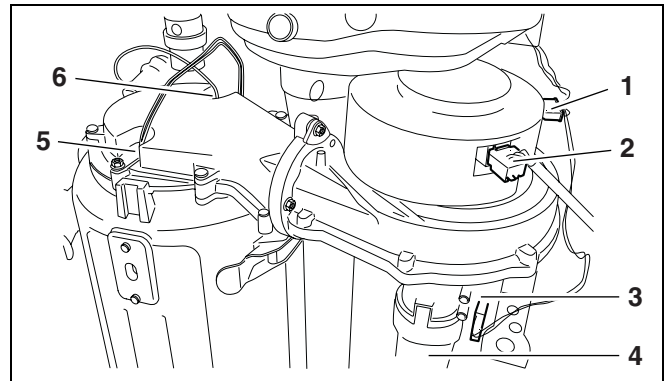

Рис. 38 Отсоединение штекера от воздухоподводки и газопроводной арматуры
- Отсоединить штекер (рис. 38, **поз. 1, 2 и 3**) от газового/воздушного блока.
- Демонтировать воздухозаборник с газового/воздушного блока (рис. 38, **поз. 4**).
- Отсоединить штекер от ионизационного штифта (рис. 38, **поз. 6**) и накаливающего жгута (рис. 38, **поз. 5**).